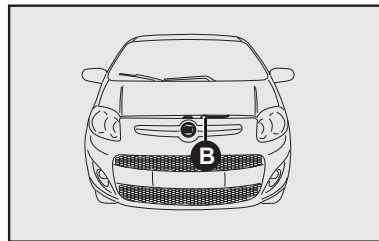

fig. 99
- 2) mover a trava localizada sob o capô para cima **B-fig. 99**;